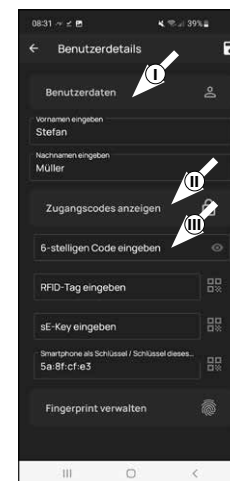

Fig. 3
- ! **Indicação:** Nesta seção, pode introduzir os meios de abertura pretendidos (por exemplo, código de utilizador ou impressão digital) para o utilizador (II) (Fig. 3). A abertura da fechadura via smartphone foi armazenada automaticamente no perfil de utilizador do primeiro utilizador.
- 4 Insira um código de utilizador desejado com 6 dígitos em "Introduzir código de 6 dígitos" (III) (Fig. 3)